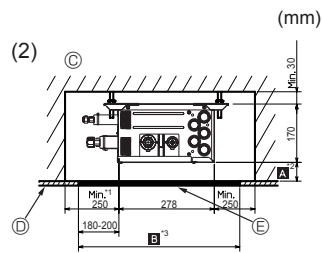
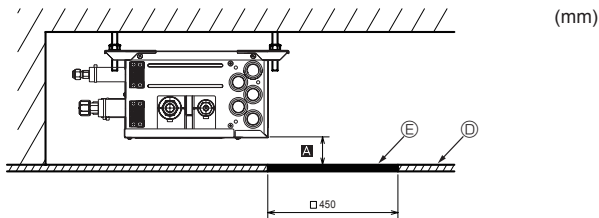
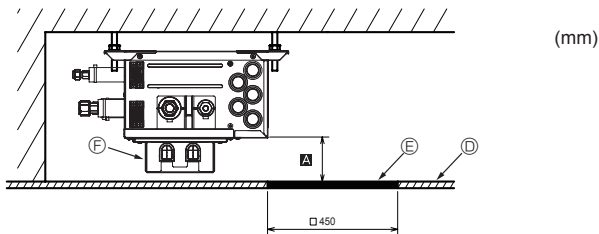

Fig. 4-7
Fig. 4-8
Fig. 4-9
(2) Zijaanzicht (Fig. 4-7, Fig. 4-8, Fig. 4-9)
Om de Reactor Box te installeren, stel in op min. 270 mm <aanbeveling> (Fig. 4-9). Ⓐ
Ais "□ 450" maakt u een onderhoudsgat aan de zijde van een printplaat (zoals getoond in Fig. 4-8, Fig. 4-9), en is "min. 300 mm" nodig als afstand Ⓐ. Indien deze minder dan 300 mm bedraagt (bijvoorbeeld Ⓐ is 100 mm), wordt vervangingswerk van de aftakdoos, lineaire-expansieklepspoelen, sensoren en afvoerbakken vanaf een onderhoudsgat moeilijk (alleen vervanging van een printplaat is mogelijk).